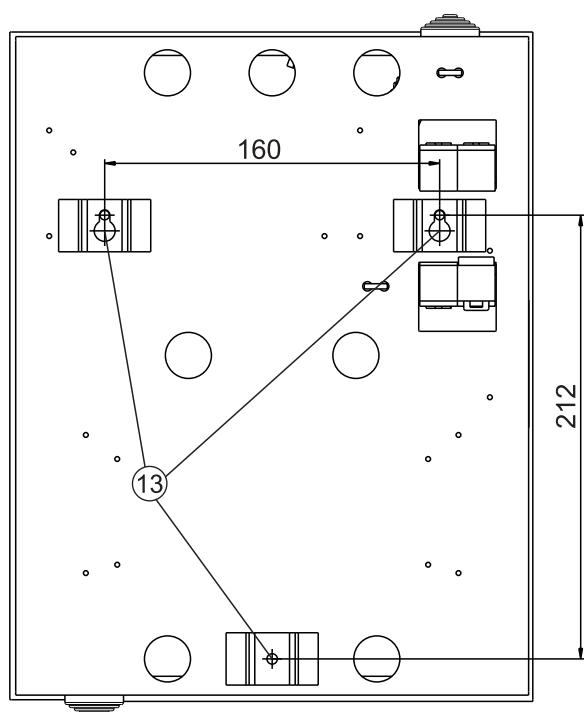

Рисунок 1 - Внешний вид и установочные размеры бокса
Для крепления на стене используются скобы ⑬ (см. рисунок 1) на задней стенке бокса, а также шурупы 4x35 и дюбеля 6x40 из комплекта поставки.
- Снимите защитный кожух ③ (см. рисунок 1) с автоматического выключателя ④ . Для этого отверните гайки M4 и снимите пружинные шайбы, фиксирующие кожух на боковой стенке бокса.
Заведите провода линии связи в бокс через отверстия ⑦ (см. рисунок 1).